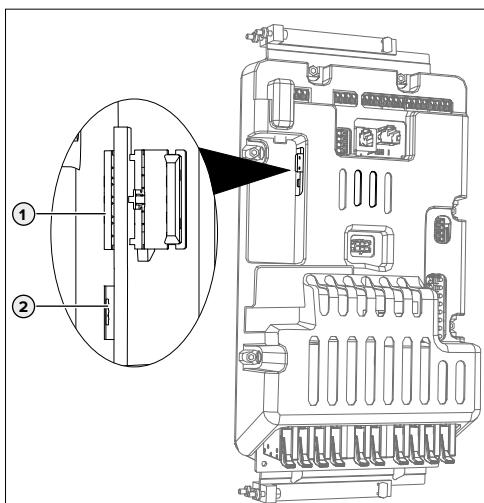

Abb. 20: Anschlüsse zur Konfiguration auf der ECU
- Endgerät (z. B. PC, Laptop, Mobiltelefon) und ECU mit einem USB-Kabel verbinden. Dazu den Micro-USB Anschluss (2) der rechten ECU (AF2) verwenden.
- ➔ "Abb. 20: Anschlüsse zur Konfiguration auf der ECU"